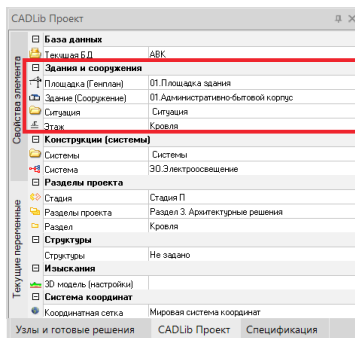

Рис. 8. Текущие переменные иерархии ЗиС по ситуации
■ Building\_situation — иерархия ЗиС. Подраздел иерархии проекта. Устанавливает узлы по ситуации. На рис. 8 в текущих переменных выделены узлы иерархии разделов проекта, с крайнего узла (Кровля) считываются данные согласно формуле;